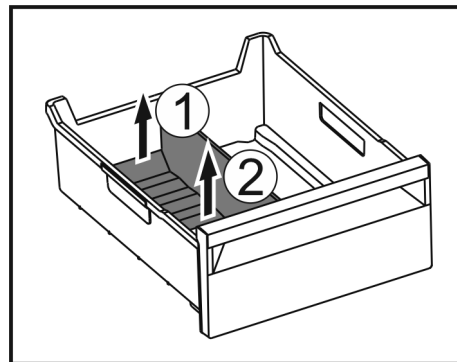

Fig. 130
- Hinteren Teil des Eisfach-Trenners anheben. Fig. 130 (1)
- Eisfach-Trenner nach oben entnehmen. Fig. 130 (2)